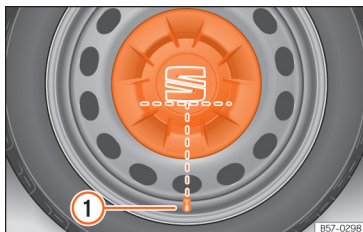

Abb. 220 Korrekte Anbringung der Radvollblende für Stahlfelgen.
- Legen Sie die Radvollblende an die Felge. Die Unterseite des Buchstabens „S“ des SEAT-Emblems muss mit dem Reifenventil übereinstimmen » » (Abb. 220) ①.